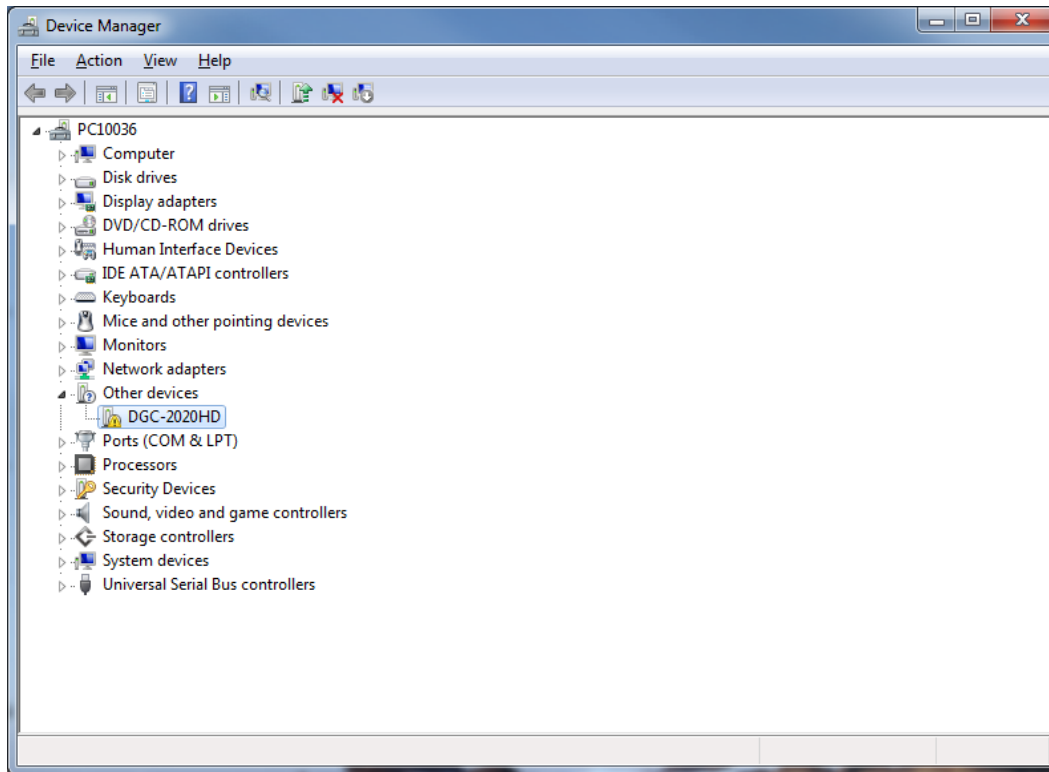

Figure 24-2. Gestionnaire de périphériques
- Étape 2. Ouvrez le Gestionnaire de périphériques de Windows® comme illustré dans la Figure 24-2. Faites un clic droit sur DGC-2020HD (ou Périphérique inconnu) sous Autres périphériques, puis sélectionnez Propriétés.